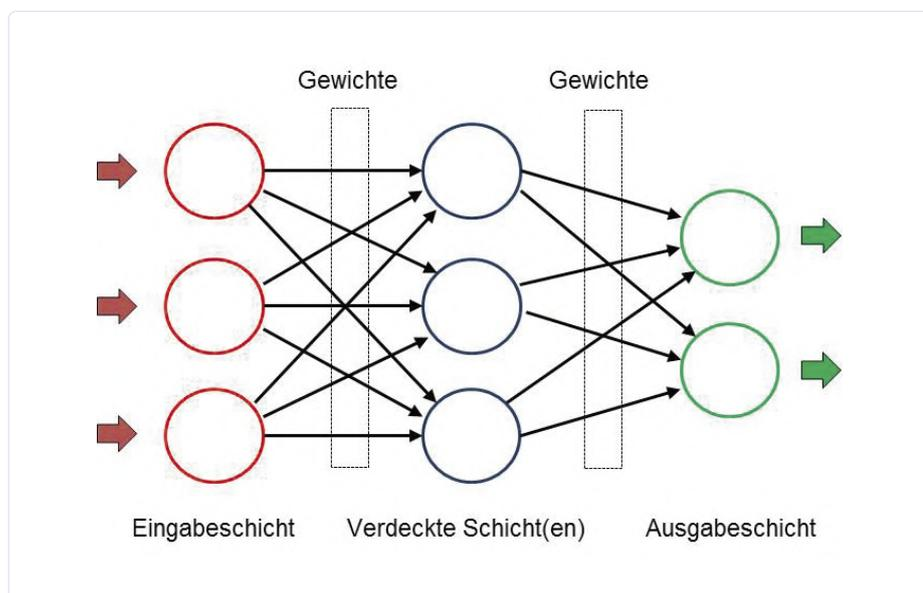

Bild 1. Struktur eines Neuronalen Netzes.
Ein Neuronales Netz (NN) besteht aus mehreren Schichten, die jeweils mehrere Knoten aufweisen. In **Bild 1** sind die Knoten einer Schicht vertikal angeordnet. Dabei können pro Schicht theoretisch beliebig viele Knoten und im Netz beliebig viele Schichten vorhanden sein. Die Architektur wird von der jeweiligen Aufgabe bestimmt und die Größe ist natürlich auch abhängig von den Ressourcen der benutzten Rechnerplattform. Soll das
Eine besonders zur Bild- und Audioverarbeitung geeignete Architektur stellt das *Convolutional Neural Network* (zu Deutsch: Falten des Neuronales Netzwerk) dar, das auch vom Maixduino unterstützt wird. Bei einem solchen CNN sind die Neuronen (zumindest in einigen der Schichten) zweidimensional angeordnet, was zu zweidimensionalen Eingangsdaten wie zum Beispiel einem Bild passt. Gegenüber dem in Bild 1 angedeuteten Netzwerk, bei dem die Aktivität eines Neurons von allen Neuronen der vorhergehenden Schicht (über unterschiedliche Gewichtsfaktoren) abhängt,